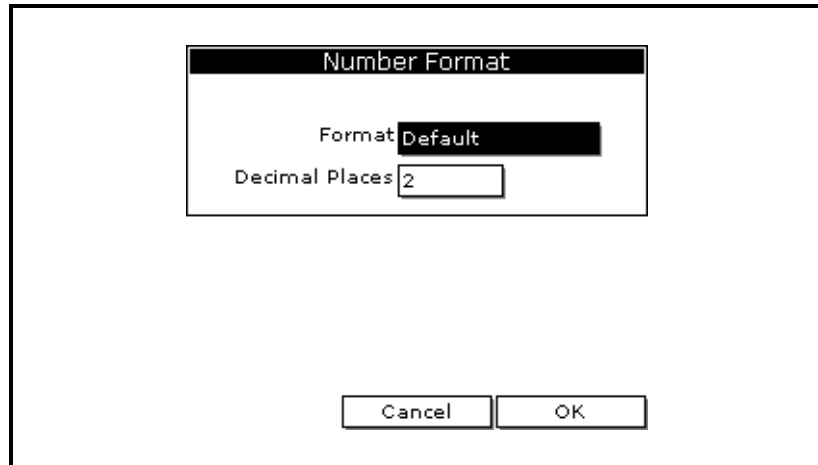

Figura 3-3: La ventana de Number Format
2. Use las teclas de flecha para desplazarse a **Format (Formato)** y oprima [ENTER]. La pantalla se parece a la Figura 3-3 a continuación.